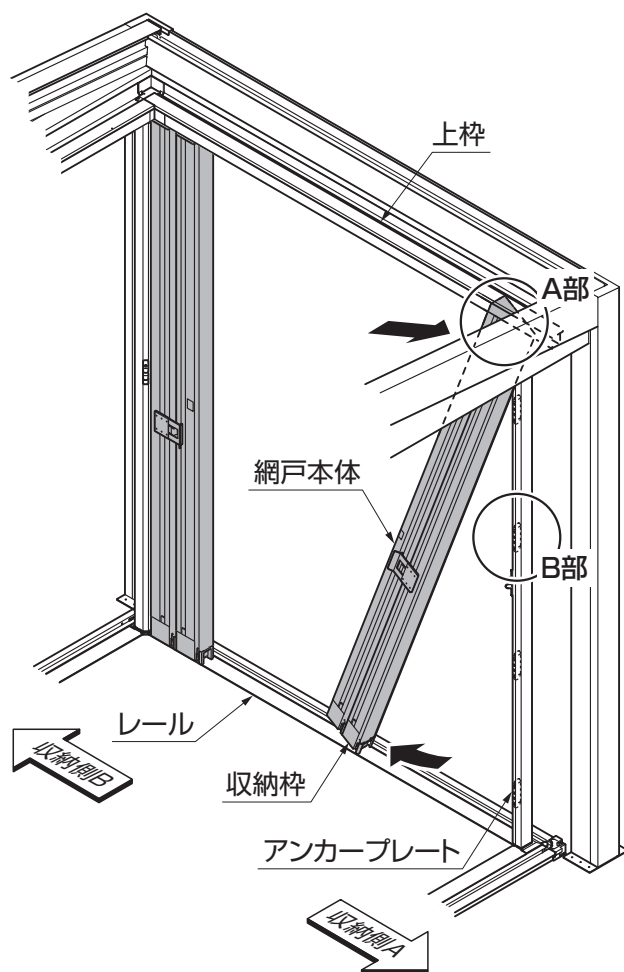

図3-1
(1) 網戸本体の取外し
- ① 網戸本体の収納枠に両手をかけ収納側B方向に引っ張るとアンカープレートから収納枠が外れます。このとき、網戸本体をレールから少し浮かせて、左右どちらかの方向へひねると容易に取外することができます。
- ② 網戸本体を斜めにして上枠から取外します。(図3-1 参照)